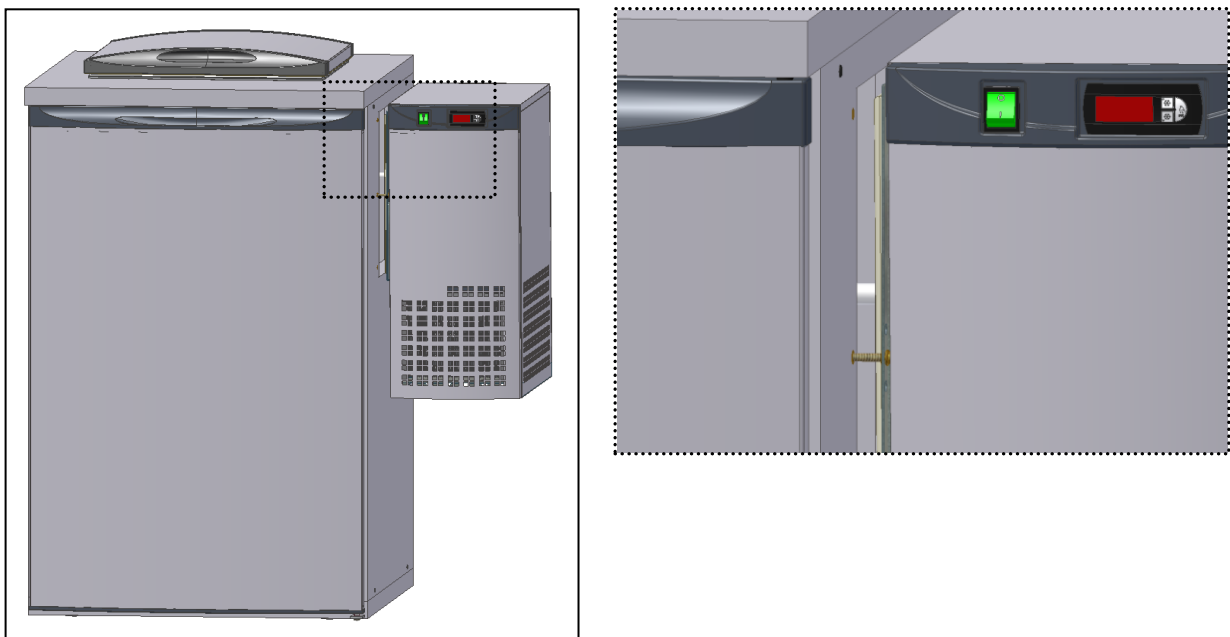

Fig. 13
- Colocar el **V6** en la abertura del panel lateral derecho, encajar los pernios en las perforaciones (Fig. 13);